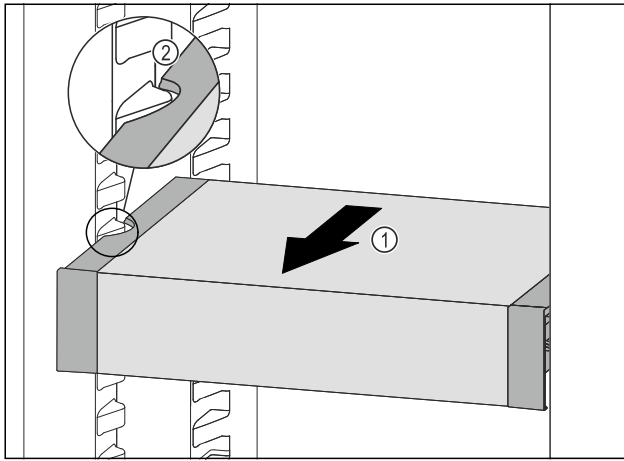

Fig. 101
- VarioSafe nach vorne ziehen Fig. 101 (1), bis sich die seitlichen Aussparungen des VarioSafes auf Höhe der Behälterrippe im Kühlteil befinden. Fig. 101 (2)